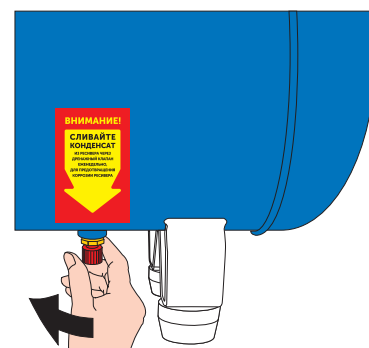

Рис. 3.6
3.4.2. При окончании работы полностью выпускайте воздух из ресивера (рис.3.6).
Чтобы сохранить компрессор в хорошем рабочем состоянии и обеспечить длительный эксплуатационный период, необходимо проводить периодическое техническое обслуживание. Прежде чем выполнять любые операции по обслуживанию, выключите компрессор и выпустите воздух из ресивера (рис. 3.6).
До начала работы проверить уровень масла (уровень должен быть не ниже середины смотрового окошка) и добавить его по мере необходимости, никогда не превышая максимальный уровень. Уровень масла ниже минимального может вызвать серьезные повреждения. После окончания работы выпустить конденсат, открыв клапан, расположенный под ресивером (рис. 3.6). Очистить воздушный фильтр. Очистить аккуратно все ребра головки компрессора, так как их очистка позволяет увеличить эффективность системы охлаждения и в результате продлить срок службы компрессора.